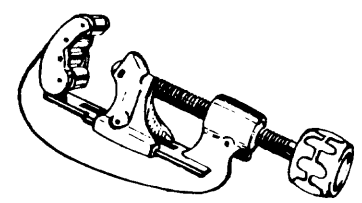

Fig. 3
*CORTATUBOS DE ACCIÓN RÁPIDA PARA DIÁMETROS MEDIANOS (Fig. 3).*